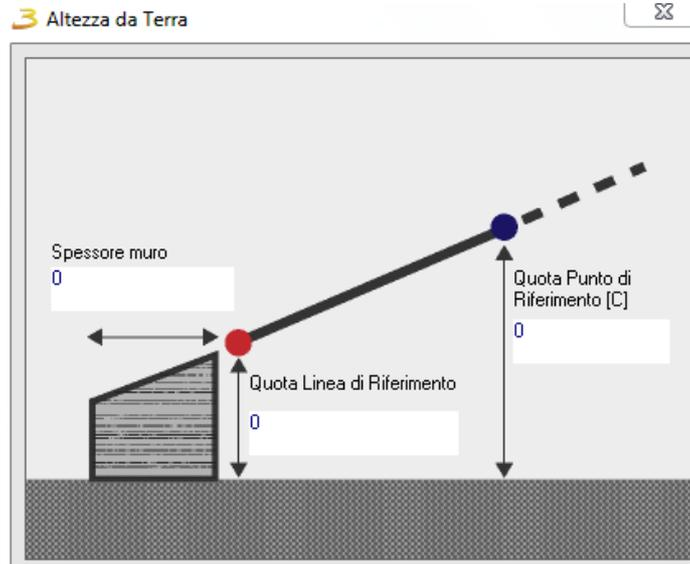

Figura 4.6: Impostazione altezza della rampa.
- ✓ Per creare un soffitto mansardato è necessario per prima cosa portare tutte le pareti all'altezza massima (effettuare una selezione multipla con il tasto SHIFT + click del mouse e premere F1 per entrare nella regola e modificare il parametro altezza muro), dopodiché, cliccata l'icona del soffitto mansardato, si inseriscono i vertici del soffitto tenendo presente che i punti saranno a due a due della stessa altezza. Una volta chiusa l'area e definito l'ultimo punto apparirà un messaggio a video "Seleziona punto da quotare". Il messaggio avverte che bisogna inserire le quote in altezza dei due vertici blu che definiscono la linea di riferimento rossa e dei due vertici rosa opposti. Bisogna quindi fare click col tasto sinistro del mouse su uno dei due punti rosa per far sì che si apra la maschera in cui definire le altezze dei punti (vedi Figura 4.6)